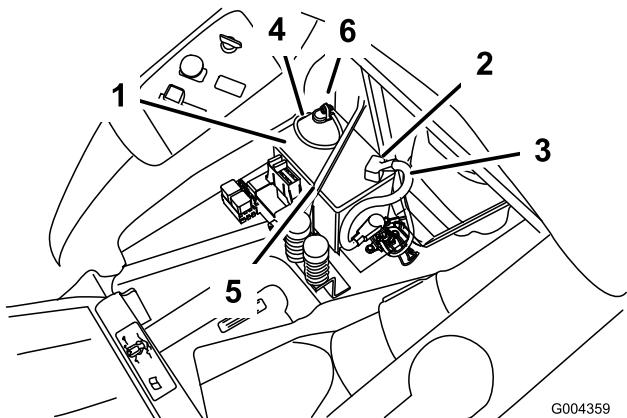

Figura 41
- Desconecte el cable negativo de tierra (negro) del borne de la batería (Figura 41).
cable positivo (rojo) del borne de la batería (Figura 41).
6. Retire la correa de sujeción de la batería (Figura 41) y levante la batería para retirarla de su bandeja.
1. Coloque la batería en la bandeja, con los bornes hacia el motor (Figura 41).
4. Fije los cables con 2 pernos (1/4 x 3/4 pulg.), arandelas (1/4 pulg), y tuercas (1/4 pulg.) (Figura 41).
6. Fije la batería con la correa de sujeción (Figura 41).